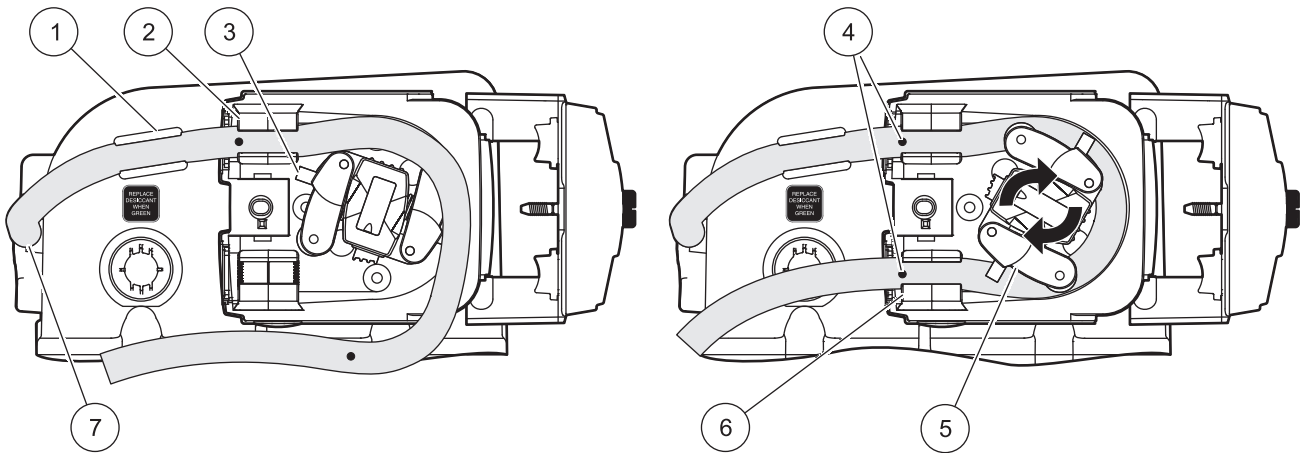

图 25 泵管 安装
1. 将泵管的一端连接到流量传感器装置。将泵管压入泵导向管（图 25）。
2. 将泵管压入上泵管轨道。确保调准点与上泵管轨道位于同一直线上，如图 25 所示。
3. 旋转翼形螺钉的同时，一手握住泵管，将泵管导入旋翼附近（图 25）。导销会将泵管推入特定位置。
4. 将泵管压入下泵管轨道。确保调准点与下泵管轨道位于同一直线上，如图 25 所示。